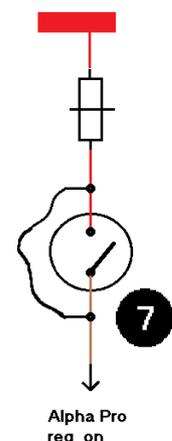

Figure 13 : câble de démarrage
- Dans le cas d'un alternateur Alpha Compact : que l'alternateur soit monté de manière isolée ou non, il est OBLIGATOIRE de poser un conducteur de terre entre l'un des points de montage de l'alternateur et la terre électrique. Si aucune douille isolante n'est utilisée, l'une des vis de fixation peut être utilisée à cet effet. Si des douilles isolantes sont utilisées, reportez-vous à la Figure 13 page 15.
2. Ponter le contact de marche du moteur en branchant un câble de démarrage, voir fig. 13.